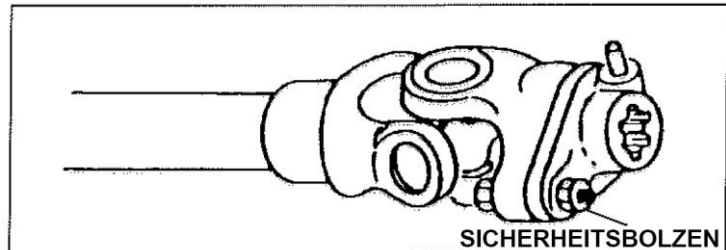

Abb. 10
1. Die Rundballenpresse ist mit einer Kardantriebsswelle mit Drehmomentbegrenzer ausgestattet: im Falle von Überladung wird der Sicherheitsbolzen abgeschert und dadurch das Brechen anderer Teile verhindert (Abb. 10).